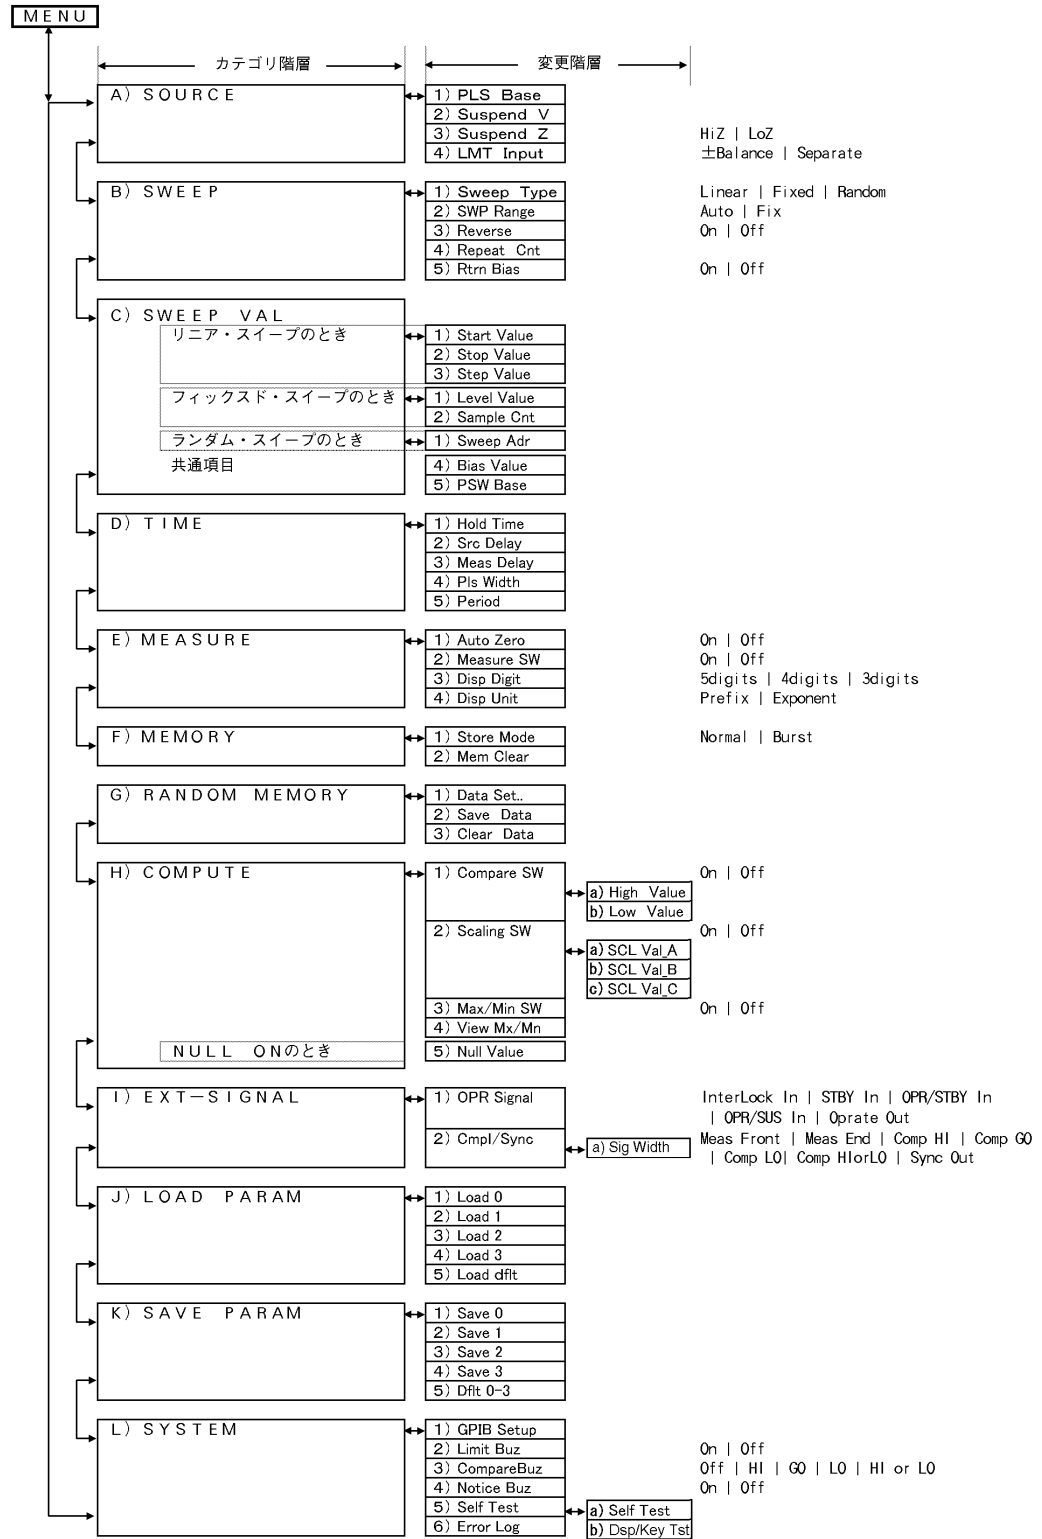

図 2-14 メニュー・データ構造
MENU キーのメニュー・データ構造を図 2-14 に示します。
1. オペレートおよびサスペンド状態では、図 2-14 に表されたパラメータ項目のうち設定可能な項目のみ現れます。